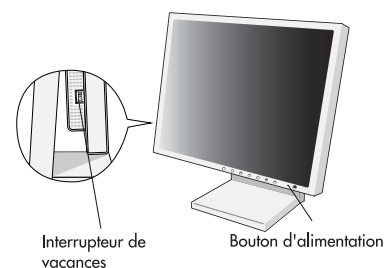

Figure B.1
5. L'interrupteur de vacances (Vacation switch) sur le côté gauche du moniteur (Figure B.1) doit être mis en marche. Allumez le moniteur avec le bouton d'alimentation et l'ordinateur.